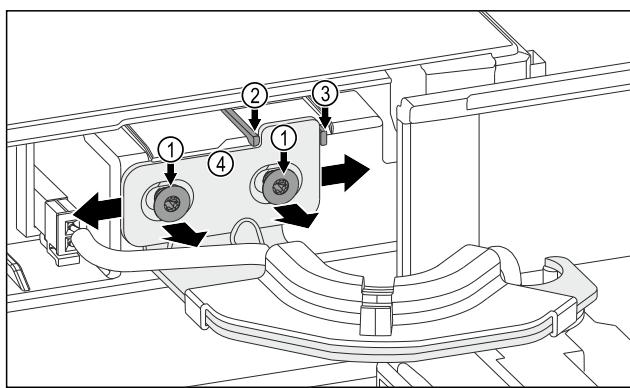

Fig. 11
- Ослабте обидва гвинти Fig. 11 (1).
- Перемістіть дверцята вправо: Зніміть стопорний язичок Fig. 11 (3).
- Перемістіть дверцята вліво: Зніміть стопорний язичок Fig. 11 (2).
- Досягнуто кінцевого положення дверцят: Затягніть обидва гвинти Fig. 11 (1).